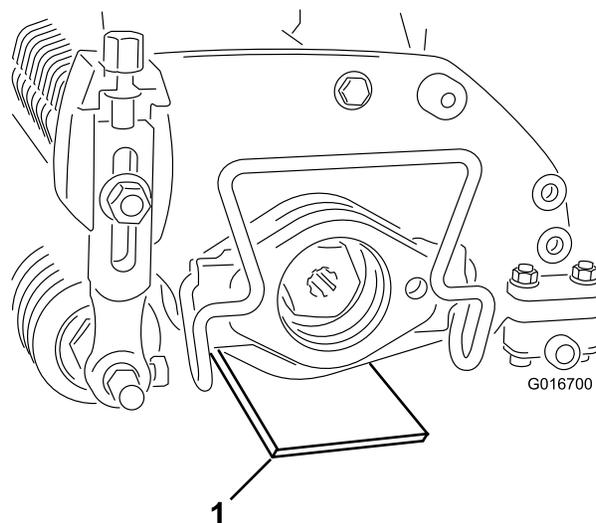

図 3
2. 希望する設定高さ（地表面からの高さ）にゲージバーを設定し、このゲージバーをサッチングユニットの左右の端部に当てる（図 3）。